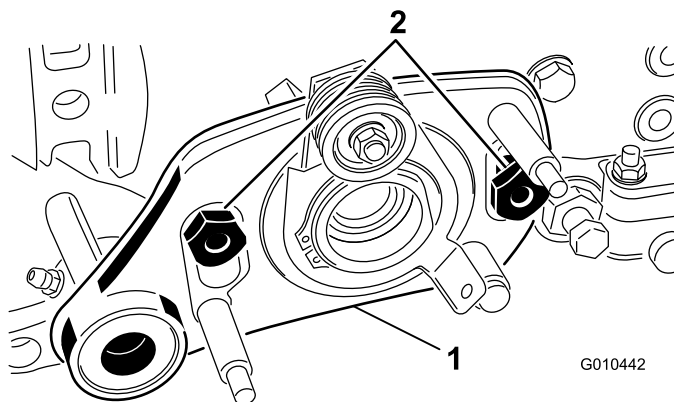

Figura 35
8. Retire las 2 tuercas de cuello largo que sujetan el conjunto de transmisión del acondicionador a los adaptadores de la placa lateral (Figura 35).